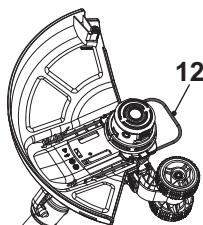

Fig. 14, position d'entreposage
2. Rabattez protège-plante (12) vers l'arrière pour le transport et l'entreposage (Fig. 14).